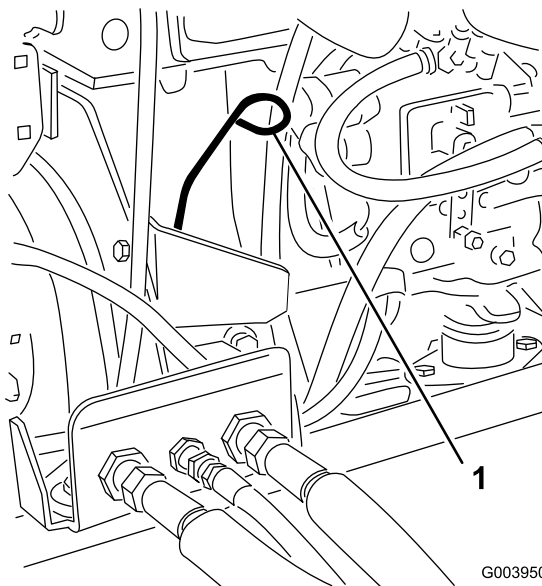

Figura 29
3. Togliete l'asta di livello, asciugatela e reinsertetela (Figura 29).